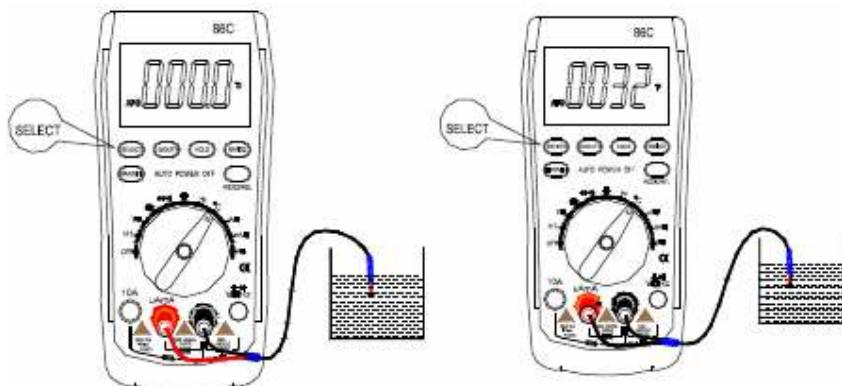

図 17-1
- 1 : レンジ切り替えスイッチを温度測定モード $^{\circ}\text{C}$ に合わせてください(図 17-1)。